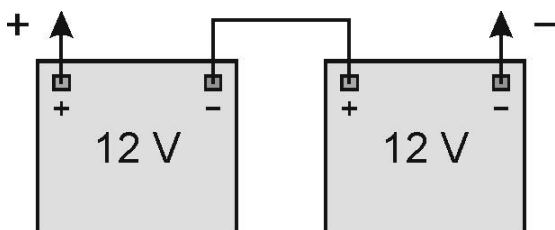

Рисунок 3
- ✓ Підімкніть нові акумуляторні батареї відповідно до схеми, що наведена на рис. 3.